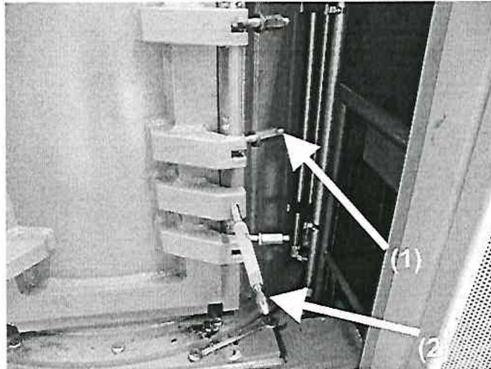

Рис. 13: Болты дверного запора (1) и отжимной винт (2)
8. Отвинтите болты дверного запора – три гайки (1), откиньте и откройте дверь (Рис. 13). Туго движущуюся или защемленную дверь откройте, ввинчивая отжимной винт (2).